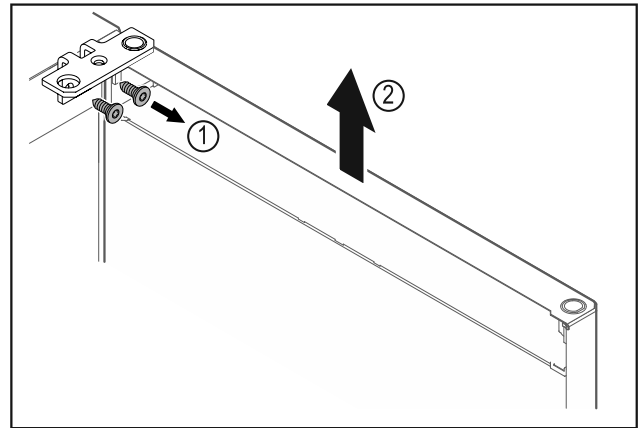

Fig. 13
- ▶ Odskrutkujte uholník závesu Fig. 13 (1).
- ▶ Zdvihnite dvere vrátane uholníka závesu Fig. 13 (2) cca 200 mm nahor a odoberte ich.